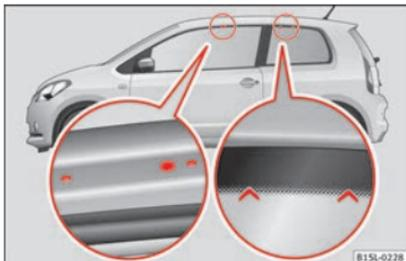

Abb. 141 Befestigungspunkte für Grundträger und Dachgepäckträger in 2-türigen Fahrzeugen.
2-türige Fahrzeuge: Die Bohrungen und Markierungen der Befestigungspunkte für die vorderen Grundträger befinden sich im unteren Bereich der Dachholme » **Abb. 141** (links vergrößertes Bild). Die Bohrungen und Markierungen sind nur bei geöffneter Tür sichtbar. Die Markierungen der Befestigungspunkte für die hinteren Grundträger befinden sich im oberen Bereich der Fenster » **Abb. 141** (rechts vergrößertes Bild).
- Den Grundträger nur an den in der Abbildung gezeigten Markierungen befestigen » **Abb. 141**.